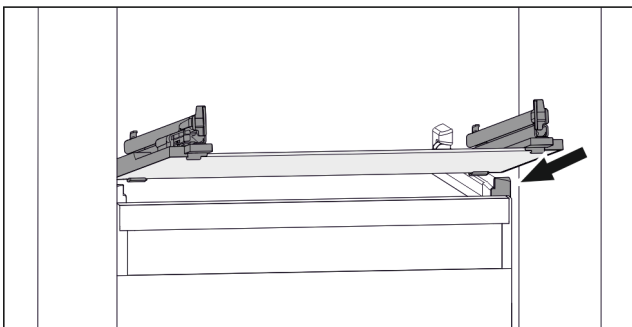

Fig. 74 Beispielhafte Darstellung der Glasplatte
- ▶ Glasplatte schräg hinter den Stopperrn aufsetzen. (zie Fig. 74)